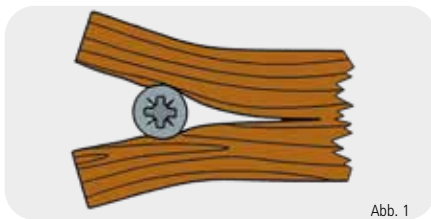

Abb. 1
- Aufspalten bzw. Reißen des Holzes bei Randverschraubungen (siehe Abb. 1)